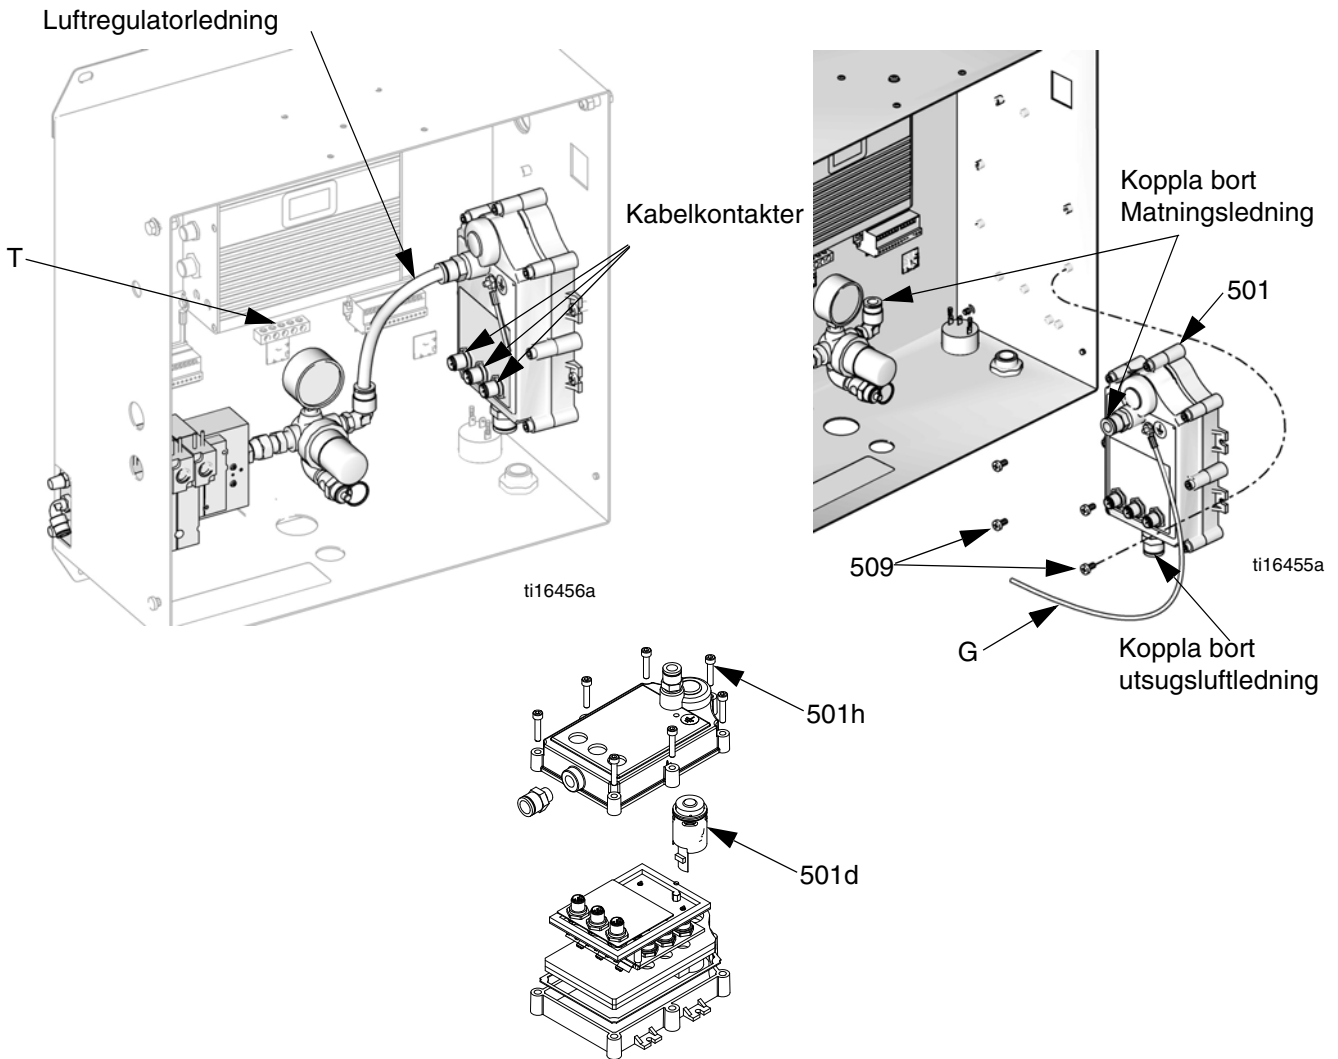

FIG. 9. Ta bort generatormodulen (och turbinen)
3. Se FIG. 9. Koppla bort utgående strömkabelanslutningar från omvandlarmodul (501). Koppla bort jordledningen (G) från styrboxens jordanslutning (T).
6. Ta bort fyra skruvar (509) från monteringen för att ta bort omvandlaren från styrboxen.